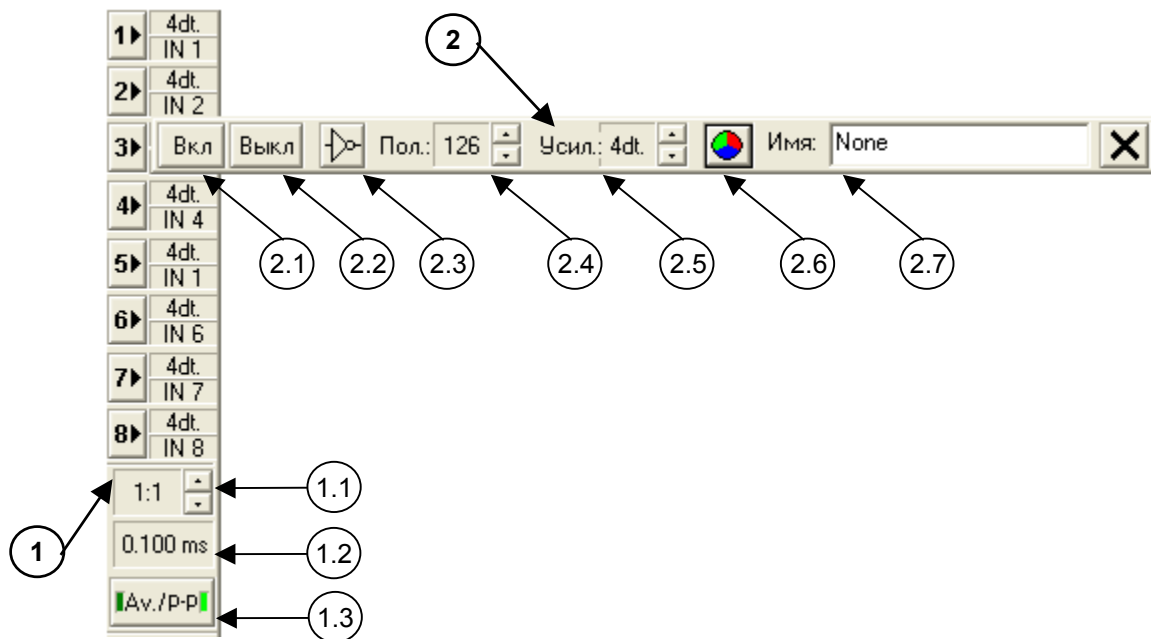
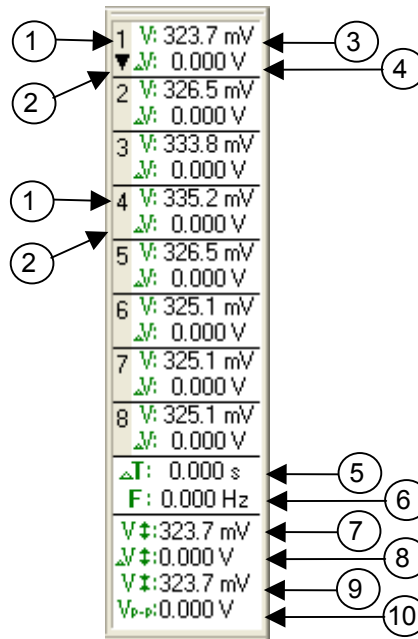
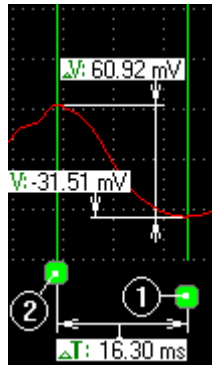
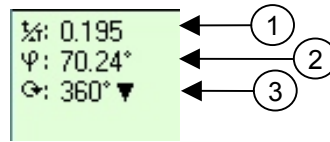

рис.7. Панель управления [1] и панель управления канала [2] в режиме просмотра бинарных файлов
рис.8. Измерительная панель:
рис.9
рис.11. Элемент отображения скважности и фазы измерительной панели:
Как и в режиме осциллографа (анализатора) *управление параметрами отображения* сигналов осуществляется при помощи панели управления, расположенной в левой части экрана (по вертикали). Вид данной панели приведен на рис.7 указатель [1].
Для изменения *параметров канала* используется *панель настройки канала*. Данная панель изображена на рис.7 указатель [2].
Панель позволяет (рис.7 указатели [2.x]):
Для лучшей визуализации низкочастотного сигнала или его низкочастотной составляющей панель управления позволяет "сжать" сигнал во временном интервале. Данную функцию выполняет элемент **"Текущее сжатие"** (рис.7 указатель [1.1]). При использовании режима сжатия (значение
сжатия выше 1:1) режим отображения информации изменяется элементом панели управления **режим отображения сигнала** см. рис.7 указатель [1.3]. Его функции идентичны соответствующему элементу панели управления в режиме осциллографа (анализатора) см. п.3.3.4.
Текущее значение интервала времени на деление измерительной сетки отображается элементом **"Время/дел"** см. рис.7 указатель [1.2].
Проведение измерений возможно в реальном режиме времени осциллографа (анализатора), а также при работе с записанным бинарным файлом. Программа позволяет производить измерения среднего (пикового) значений напряжения и разности напряжений, а также временного интервала и частоты. Все измерения осуществляются при помощи **измерительной панели** (см. рис.8) и **маркеров** (см. рис.9).
Далее по направлению вниз расположен элемент, который отображает временной диапазон (Т), ограниченный маркерами 'А' – 'В', и соответствующую ему частоту (1/Т) см. рис.9.
- 3 - текущее среднее напряжение для канала 1 в точке, на которую указывает маркер 'A' (см. рис.9),
- 4 - текущая средняя разность напряжений для канала 1 в точках, заданных маркерами 'A' и 'B' (см. рис.9),
- 5 - интервал времени T между маркерами 'A', 'B' (см. рис.9),
Как показано на рис.9: напряжение определяется по маркеру 'А' (1), разность напряжений соответствует разности напряжений между точками, на которые указывают маркеры 'А' (1) и 'В' (2).
Элементы указатели [7], [8], [9], [10] рис.8 активизируются только при работе с аналоговыми данными на определенных развертках в режиме осциллографа или при использовании опции сжатия (сжатие > 1:1 см. рис.7 указатель [1.1]) в режиме просмотра бинарного файла. Эти элементы отображают информацию только по "выбранному" каналу. Он помечается (стрелкой вниз) в левой части прямоугольника, отображающего его средние значения (см. рис.8 указатель [2]).
Для измерения параметров скважности и фазы сигналов, измерительная панель снабжена элементом для отображения скважности и фазы рис.11. Данный элемент отображается вместо элемента, отмеченного на рис.8 указателями [7], [8], [9], [10].
Для изменения номера канала, по которому отображается информация в элементе - рис.8 указатели [7], [8], [9], [10] - необходимо переместить курсор мыши на номер устанавливаемого канала (рис.8 указатель [1]) и нажать левую клавишу мыши. *Для активизации или де активизации элемента скважности и фазы* необходимо поместить курсор мыши на элемент временных параметров (рис.8 указатели [5], [6]) и нажать левую клавишу мыши. *Чтобы сменить текущий предел градусной сетки* необходимо переместить курсор мыши на стрелку вниз справа от значения текущего предела градусной сетки (рис.11 указатель [3]) и нажать левую кнопку мыши. Затем выбрать нужное значение из списка.
Окно активизируется опцией меню **"Отображать/Индикатор значения/Канал <номер канала>"** или двойным щелчком мыши на элементе требуемого канала измерительной панели (см. рис.8 указатели [3], [4]).
Для облегчения функции навигации, а также для возможности внесения комментариев, характеризующих ключевые участки осциллограммы, в систему отображения осциллограммы добавлено использование маркеров-закладок. Каждый маркер привязан к заданному положению во временной шкале осциллограммы. Установка или удаление маркера осуществляется следующим образом: измерительный маркер (1) см. рис.9 устанавливается в требуемую позицию, затем при помощи опции меню **"Закладки/Установить/Убрать"** или кнопкой  панели инструментов устанавливается или удаляется маркер. Эту же функцию выполняет сочетание клавиш Ctrl+F2. Если в заданной позиции маркер отсутствовал, он устанавливается, в противном случае - удаляется. Для просмотра всего списка маркеров в программе предусмотрено окно списка маркеров рис.19. Данное окно активизируется опцией меню **"Закладки/Показать все"** или кнопкой  панели инструментов. Подробно об окне списка маркеров см. ниже.